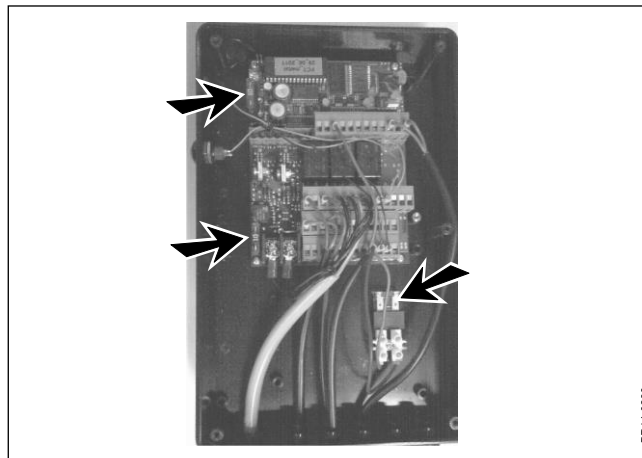

Fig. 7-7
**Fig. 7-7** Der er to 10A sikringer og en 5A sikring i MD-styringen. Sikringerne må kun skiftes til sikringer af samme strømværdi. Servicing, bortset fra skift af sikring, må kun foretages af en autoriseret JF-forhandler /Servicetekniker.